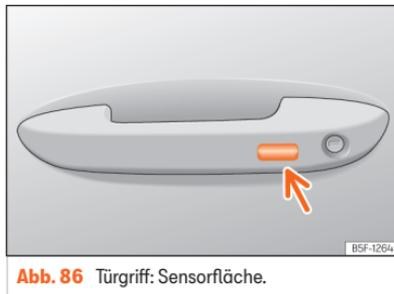

Abb. 86 Türgriff: Sensorfläche.
- **ODER:** mit dem Keyless Access-System (nur Schließen): Finger einige Sekunden auf der Sensorfläche zum Verriegeln »» (Abb. 86) [Pfeil] im Türgriff halten, um die Fenster und das Schiebedach zu schließen. Wenn Sie die Sensorfläche nicht mehr berühren, wird die Schließfunktion unterbrochen.
Halten Sie einige Sekunden lang einen Finger über die Verriegelungssensorfläche  (Abb. 86) (Pfeil) am Türgriff, damit das Dach geschlossen wird. Wenn Sie die Sensorfläche nicht mehr berühren, wird die Schließfunktion unterbrochen.